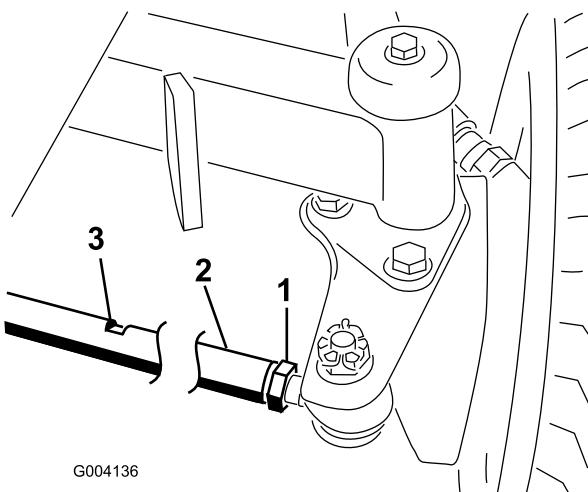

Bild 64
2. Lösen Sie die Klemmmutter an jedem Ende der Zugstange (Bild 64).